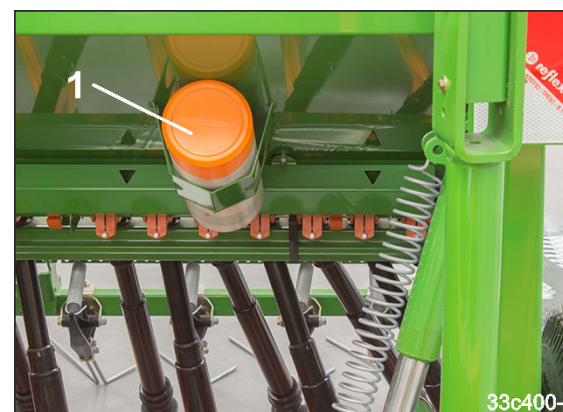

Fig. 191
5. Introduceți clichetul în cartuș (Fig. 191/1).